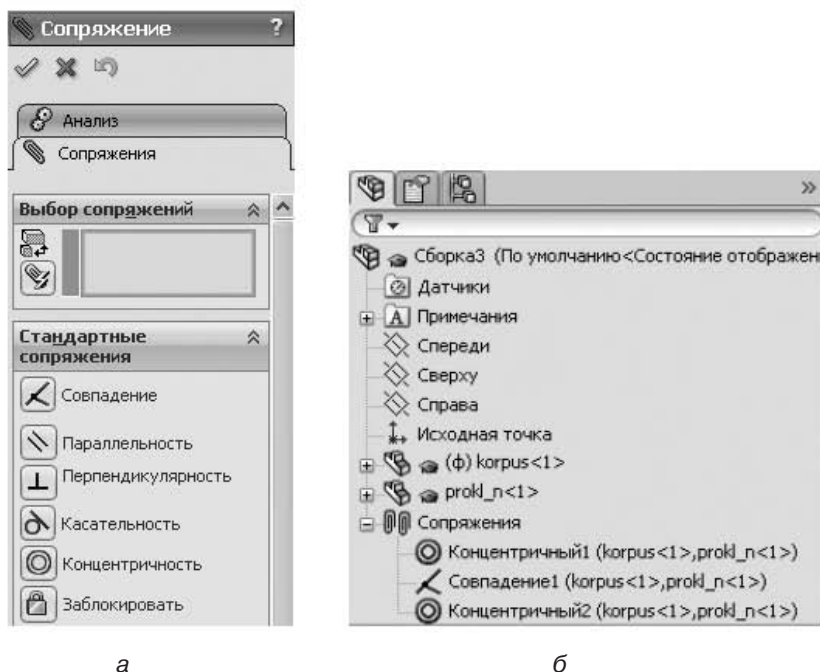
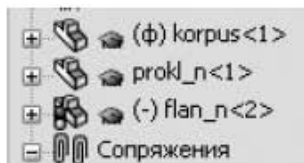

Рис. 6.3. Панель выбора и назначения сопряжений. Деревянная структура построения
Рис. 6.4. Отображение значка «светофор» после изменения положения элемента в сборке
4. Обратите внимание на то, что в дереве конструирования рядом с названием вставленного корпуса в скобках появилась буква (Ф), означающая фиксацию корпуса (рис. 6.3, б). Фиксацию можно включить/выключить, щелкнув правой кнопкой мыши на имени элемента в дереве конструирования.
6. На ленте Сборка выберите команду Условия сопряжения  (рис. 6.3, а). Эту же команду можно выбрать из меню Вставка ► Условия сопряжения.
8. Выберите команду **Совпадение** плоскостей корпуса и прокладки. На моделях деталей отметьте последовательно плоскости сопряжения. Для этого компоненты необходимо разворачивать так, чтобы оказались видимыми сопрягаемые грани (используйте для этого нажатие колесика и перемещение мыши). После выполнения данных команд линейное перемещение компонентов относительно друг друга станет невозможным. Все команды сопряжения будут отображены в дереве построения с указанием наименований операций сопряжения и имен сопрягаемых деталей (рис. 6.3, б).
10. Для перемещения компонента нажмите на кнопку **Переместить компонент**  на ленте **Сборка**, при этом курсор изменит форму. Установите курсор на фланец нижний, нажмите левую кнопку мыши и, не отпуская ее, переместите деталь в новое положение. После перемещения или поворота компонента его значок в дереве построения помечается «светофором» (рис. 6.4). Это
12. После рационального размещения фланца нижнего выполните необходимое сопряжение компонентов аналогично наложению сопряжений на прокладку (рис. 6.3). Если в дереве конструирования рядом с названием компонента в скобках отображается знак «←» (рис. 6.4), то это означает, что компонент недоопределен.